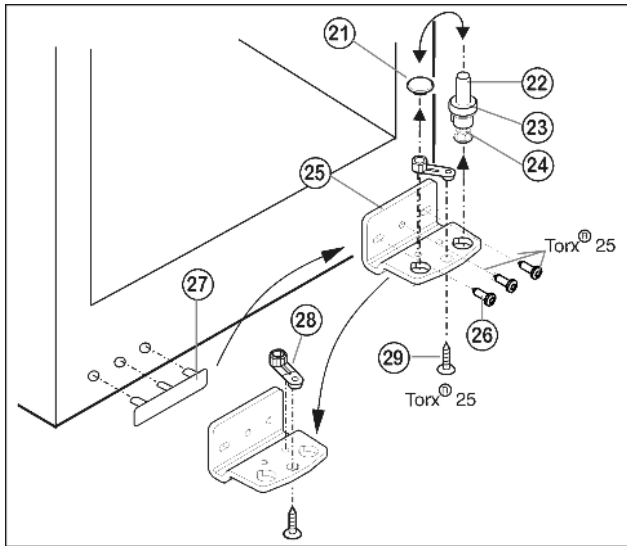

Fig. 6
- ▶ Извлеките опорный винт Fig. 6 (22) в комплекте с шайбой Fig. 6 (23) и регулируемой опорой Fig. 6 (24), вытягивая его вверх.
- ▶ Снимите пробку Fig. 6 (21).
- ▶ Открутите Fig. 6 (26) опорный кронштейн Fig. 6 (25).
- ▶ Открутите Fig. 6 (29) опорную деталь Fig. 6 (28) и, переставив в отверстие на противоположной стороне опорного кронштейна, снова прикрутите.
- ▶ Осторожно снимите и переставьте на противоположную сторону крышку со стороны ручки Fig. 6 (27).
- ▶ Снова прикрутите опорный кронштейн Fig. 6 (25) на новой стороне шарнира (с моментом 4 Нм). При необходимости используйте аккумуляторный шуруповерт.
- ▶ Переставьте пробку Fig. 6 (21) в свободное отверстие.
- ▶ Вновь установите опорный винт Fig. 6 (22) в комплекте с шайбой и регулируемой опорой. При этом фиксатор должен быть направлен назад.